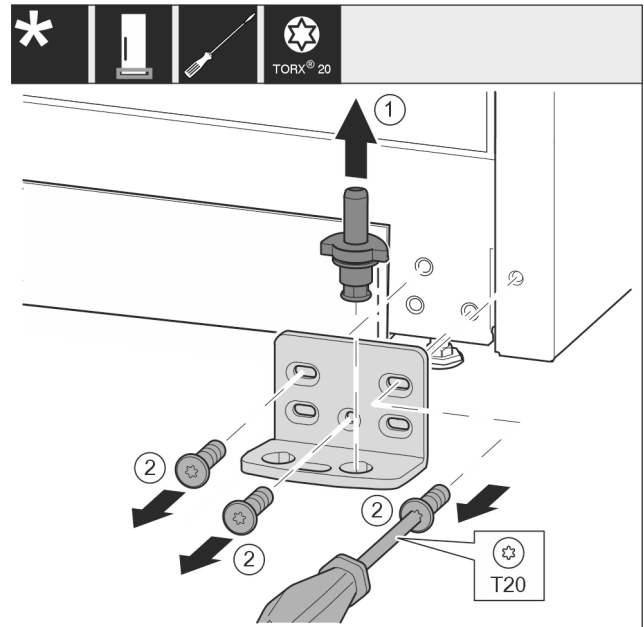

Fig. 14
- Lagerbolzen komplett nach oben herausziehen. Fig. 14 (1)
- Schrauben mit Schraubendreher T20 herausdrehen und Lagerbock abnehmen. Fig. 14 (2)